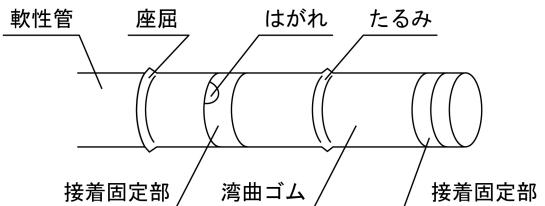

図1
- 挿入部を軽く手で握り、手元側から先端に向かい全長を手で滑らせ、その患者に対する経鼻的挿入、引き抜き時の妨げとなる引っ掛けがないことを確認すること。特に、軟性管の座屈、湾曲ゴム接着固定部のはがれ、湾曲ゴムのたるみなどによる引っ掛けり、出っ張りには注意すること。（図1参照）